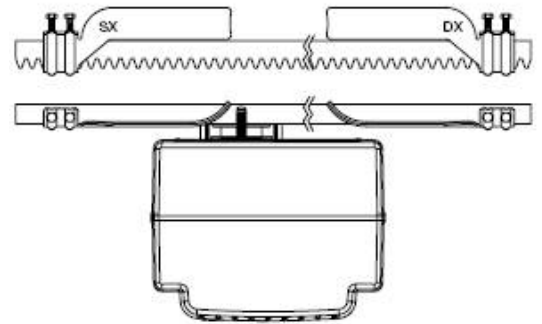

рис.12
- Расположите лапку концевика открывания (рис. 12) таким образом, чтобы она перехватывала рычажок микропереключателя, вызывая его сработку. После определения нужного положения, закрутите винты лапки.
- Расположите лапку концевика закрывания (рис. 12) таким образом, чтобы она перехватывала рычажок микропереключателя, вызывая его сработку. После определения нужного положения, закрутите винты лапки.